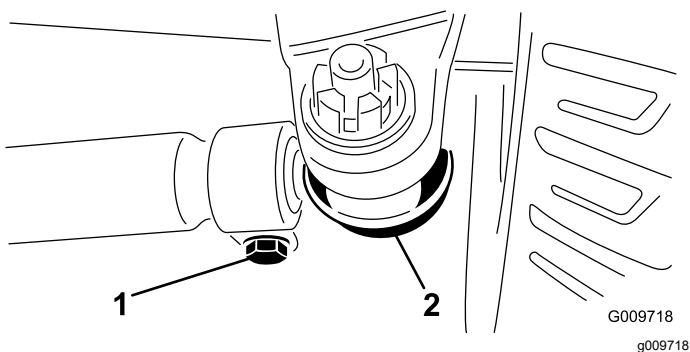

図 83
3. 調整が必要な場合は、タイロッドのボールジョイントのコッターピンとナットを外す 図 83。アクスルケースサポートからタイロッドのボールジョイントを外す。
4. タイロッド両側のクランプをゆるめる 図 83。